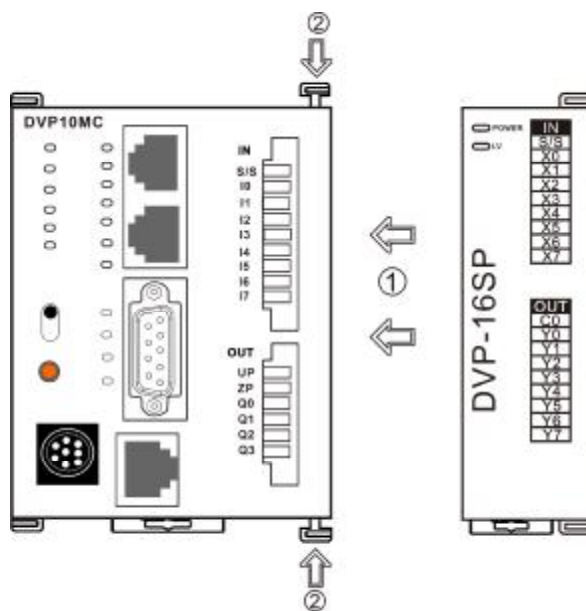

图 3.2.10
- Ø 将 DVP10MC11T 主机左侧上下两端的扩展模块卡口打开，将 DVP16SP11N 模块沿四角上的导入孔装入，如图 3.2.10 步骤 1 所示；
- Ø 压入 DVP10MC11T 主机上下两端的卡口，卡紧模块以保证接触良好，如图 3.2.10 步骤 2 所示。